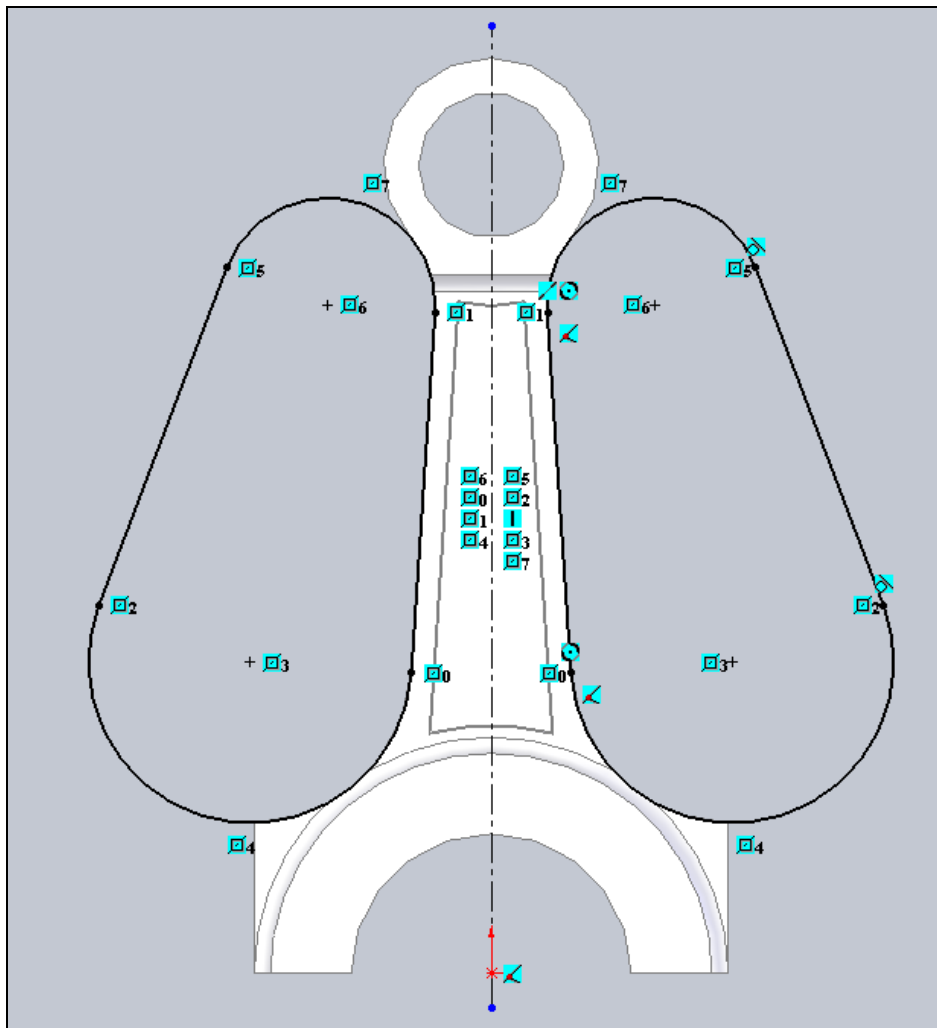

Рис. 2.34. Эскиз для создания наружных уклонов
8. Сделаем аналогичные уклоны на наружной поверхности стержня. Для этого на плоскости **Спереди** нарисуйте эскиз, показанные на рис. 2.34. Обратите внимание, что в эскизе нет ни одного размера, но он, тем не менее, полностью определен. Все дело в том, что часть линий правой фигуры построена на базе существующего шатуна и осуществлена привязка к кромкам имеющейся детали (кордиальность , коллинеарность  и совпадение , а часть линий связана взаимосвязями касательность . Левая фигура построена зеркальным отображением  правой фигуры относительно осевой линии, проведенной вертикально через начало координат. Далее не выходя из режима рисования эскиза вызовите команду  — **Вытянутый вырез** из панели инструментов **Элементы** или из главного меню **Вставка | Вырез | Вытянуть**. В **Менеджере свойств** откроется диалоговое окно **Вырез-Вытянуть**, в котором задайте вытягивание материала в режиме **На заданное расстояние** и установите расстояние, например, 30 мм (рис. 2.35). Задайте параметр **Угол уклона** равным 2 градусам и установите флажок у параметра **Уклон наружу**.